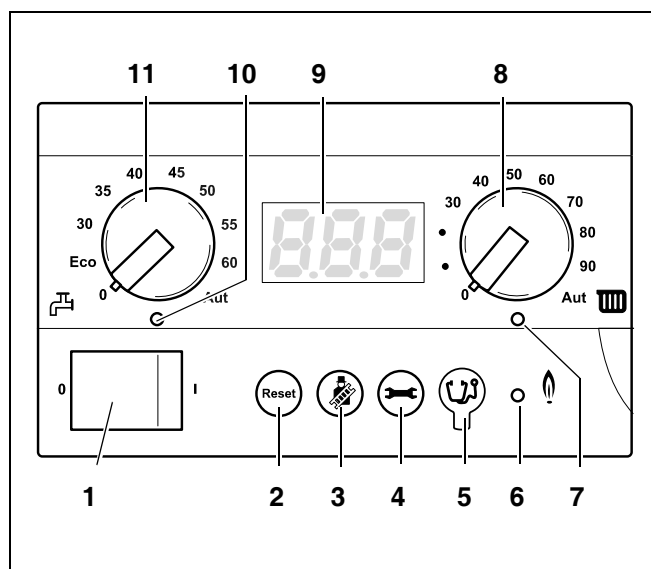

Fig. 6 Contrôleur de base BC10
La LED "Brûleur" (Marche/Arrêt) (fig. 6, **pos. 6**) s'allume lorsque le brûleur de la chaudière est en service et s'éteint lorsque le brûleur s'arrête.
La LED "Demande de chauffe" (fig. 6, **pos. 7**) est allumée lorsqu'une demande de chauffe a été lancée par la régulation, et s'éteint lorsque cette demande n'existe plus.
Le bouton rotatif de la température maximale d'eau de chaudière (fig. 6, **pos. 8**) permet de régler la température limite supérieure de l'eau de chaudière.
- Limitez la température maximale d'eau de chaudière à l'aide du bouton rotatif "Température maximale d'eau de chaudière" (fig. 6, **pos. 8**) à la température de départ autorisée du circuit de chauffage par le sol (généralement maximum 40 °C).
L'écran (fig. 6, **pos. 9**) affiche les états et les valeurs de l'installation de chauffage. En cas de défaut, l'écran indique le code correspondant. En cas de défaut verrouillant, ce code de défaut se met à clignoter.
Le bouton rotatif de la valeur de consigne d'eau chaude sanitaire (fig. 6, **pos. 11**) permet de régler la température souhaitée de l'eau chaude sanitaire du préparateur. L'unité est le °C.
La LED "Production ECS" (fig. 6, **pos. 10**) est allumée lorsqu'une demande de chauffe pour l'eau chaude sanitaire a été lancée et s'éteint lorsque cette demande n'existe plus.